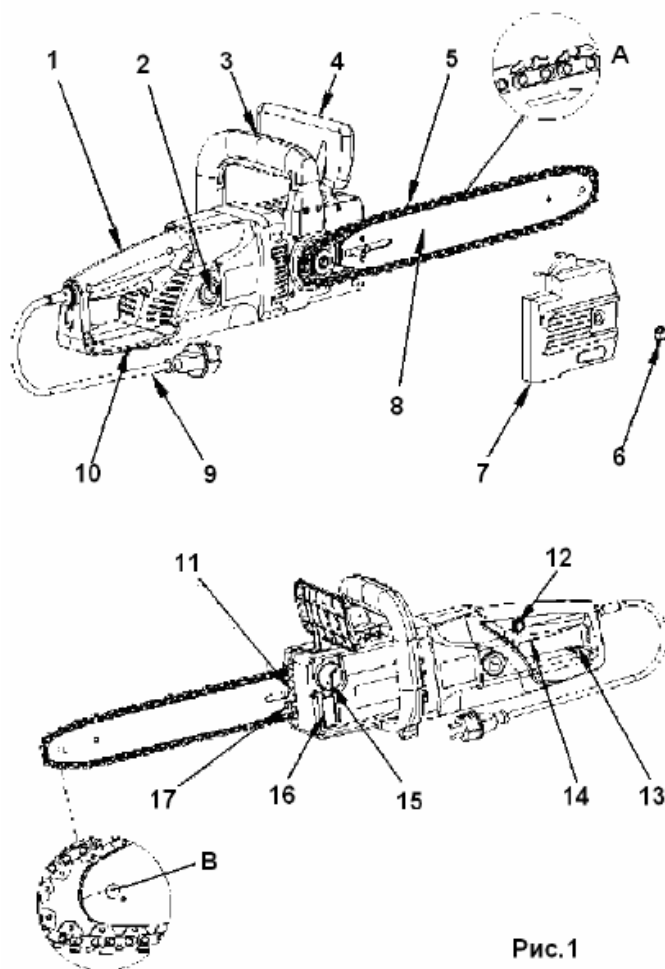
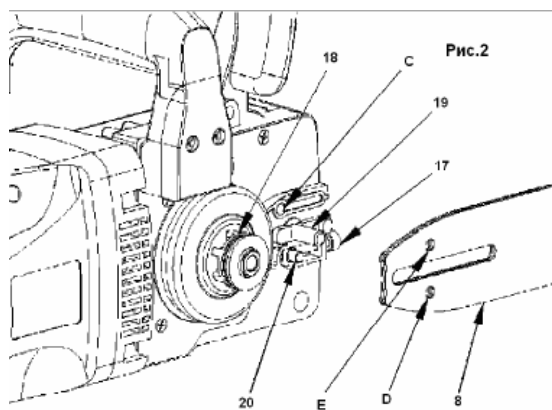

Рис.1
Рис.2
Если вы видите следы масла на цепи, то пила работает нормально. Если на цепи масло отсутствует, то прочистьте масловыпускное отверстие (Рис.2), верхнее отверстие шины и шланг подачи масла, или обратитесь в сервисный центр.
Направляющая шина и пильная цепь поставляются отдельно (в разборном виде). Сначала открутите крепежный винт (6 Рис.1) и снимите крышку, закрывающую натяжной механизм направляющей шины пилы (7 Рис.1). Нижний болт натяжения (20 Рис.2), должен находиться по центру прорези направляющей шины. Если необходимо, более точно отрегулируйте натяжение цепи с помощью винта (17 Рис.2).
Всегда используйте специальные перчатки для защиты рук при монтаже цепи, проверке натяжения, сборке и разборке. Перед монтажом цепи на направляющую шину, проверьте направление режущих зубцов цепи (заточенная сторона зубцов). Направление движения цепи, указано на крышке (7) (Рис 3). Для того, чтобы определить направление пиления, если необходимо, переверните ее (5). Надевая цепь на шину, держите пилу с направляющей шиной (8) вертикально, концом шины вверх (5). Монтаж цепи начинайте с наконечника шины (8). Монтаж цепи на шину начинайте следующим образом: Установите направляющую шину с пильной цепью на болт (19) и на болт регулировки натяжения цепи (20). Наденьте цепь на звездочку (18) Проверьте еще раз правильное направление установки цепи (См. Рис. 1). Наденьте крышку (7 Рис.1), и закрутите крепежную гайку (6 Рис.1) гаечным ключом. Теперь цепь смонтирована на направляющую шину правильно.
Убедитесь, что цепь (5) находится в пазе направляющей шины (8) (Рис.1 а). Используя шестигранный ключ, поверните винт регулировки натяжения цепи (17) по часовой стрелке до тех пор, пока цепь не будет правильно натянута. Во время затягивания винта (20), направляющую шину необходимо держать вертикально вверх. Проверьте натяжение цепи еще раз (См. Рис. 3). Не натягивайте цепь очень туго. В холодную погоду цепь должна приподниматься от направляющего бруска приблизительно на 5 мм. Затяните туго контргайку (6).